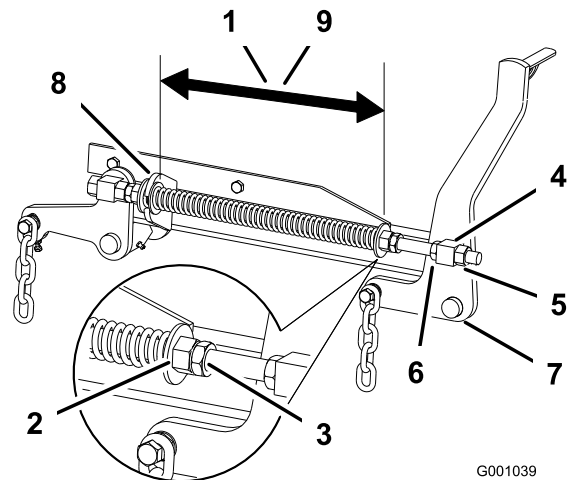

Figure 74
2. Vérifiez que les deux grandes rondelles sont espacées de 28,2 cm pour les plateaux de coupe de 52 pouces, et de 26,7 cm pour les plateaux de coupe de 60 pouces (Figure 74).
3. Réglez cette distance en desserrant l'écrou de blocage du ressort et en tournant l'écrou devant chaque ressort (Figure 74). Tournez l'écrou dans le sens horaire pour raccourcir le ressort, et dans le sens inverse pour l'allonger.
4. Bloquez l'écrou en position en serrant l'écrou de blocage du ressort (Figure 74).